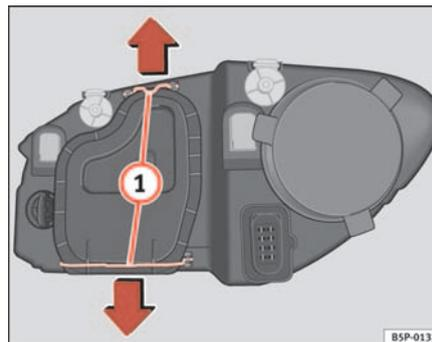

Fig. 175 Anabbaglianti
- Far scorrere i tiranti ⇒ pag. 253, fig. 175 ① nel senso della freccia e sfilare la chiusura.